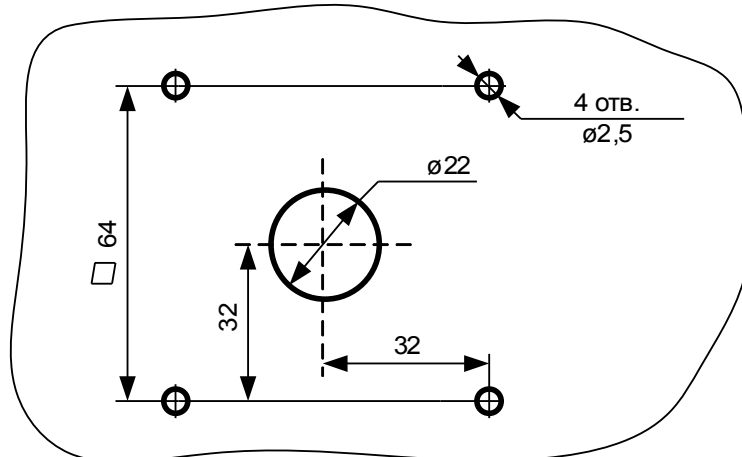

Рис.3 Чертеж разметки на баке для сверления отверстий для установки датчика ДУ-03.
6.3.1 Датчик монтируется на баке, в котором предварительно сверлятся 5 отверстий: одно отверстие  $\varnothing 22$  мм для прохода чувствительного элемента датчика (рабочей части датчика) в бак и 4 отверстия  $\varnothing 2,5$  мм для крепления датчика на баке. Чертеж разметки на баке для сверления отверстий приведен на рис.3. Для разметки рекомендуется использовать шаблон для сверления отверстий, входящий в комплект монтажных частей.